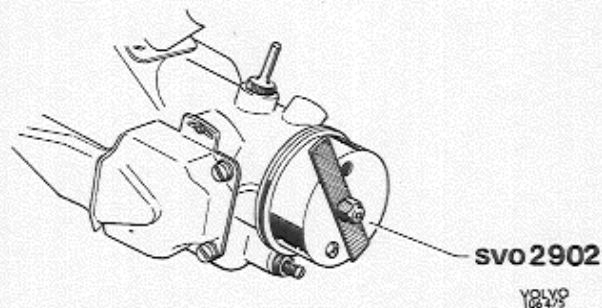

Abb. 2—20 Deckel für Zündeneinstellung
3. Motor anlassen. Kunststoffdeckel 999 2902 gem. Abb. 2—20 einbauen und die Drehzahl auf 700—800 U/min senken, indem das Blech vor die Öffnung im Kunststoffdeckel geschoben wird.